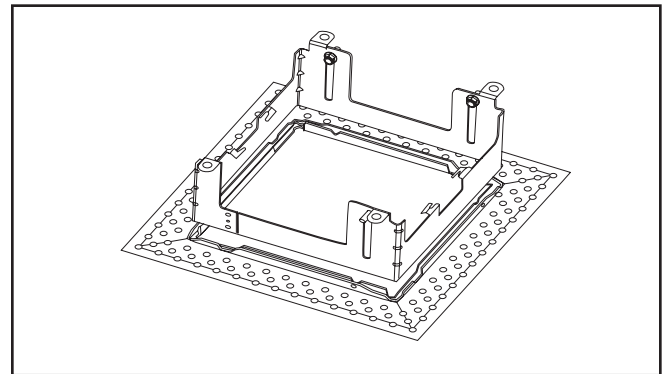

Figure 2.
2. Placez le canal de l'anneau à lattes de plâtre du luminaire avec le collier (Figure 2). Appuyez sur tous les côtés de l'anneau à lattes de plâtre sur le collier du luminaire, tout en maintenant la partie supérieure de ce dernier, jusqu'à ce que la partie inférieure du canal affleure le luminaire (Figure 3).
4. Appuyez uniformément sur toute la longueur et la largeur de la bride perforée afin d'assurer l'étanchéité avec le plafond. Serrez fermement les trois (3) vis hexagonales pour empêcher le déplacement vertical du collier. Respectez la durée de durcissement tel que recommandé par le fabricant de l'adhésif avant d'appliquer le composé à joints.